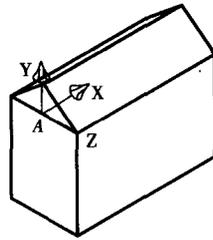

图 1.11 变换坐标系,画屋顶
- ⑤ 坐标系移至 A 点, 并绕 X 轴旋转 90° 。用直线绘制屋顶线, 并连结各点, 删去不必要的线, 如图 1.11 所示。